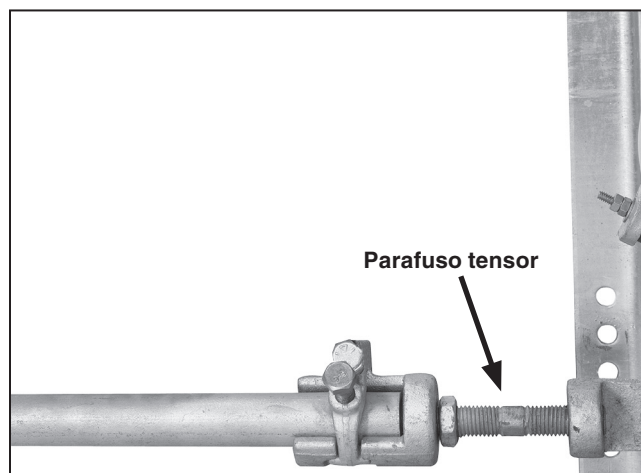

Figura 15. Parafuso tensor do acoplamento ajustável de tubo.
**PASSO 10.** Aperte os parafusos tensores dos acoplamentos ajustáveis dos tubos para remover toda a folga das interconexões. Ver Figura 15. Assegure-se que os mecanismos de acionamento dos polos da chave permanecem apoiados em seus respectivos batentes de fechamento.